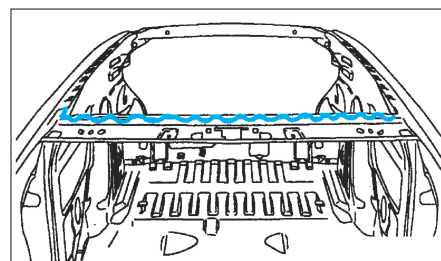

FIG. 104
- Appliquer une colle de calage structurale (traverse arrière et avant de pavillon (Fig.104) et (Fig.105).